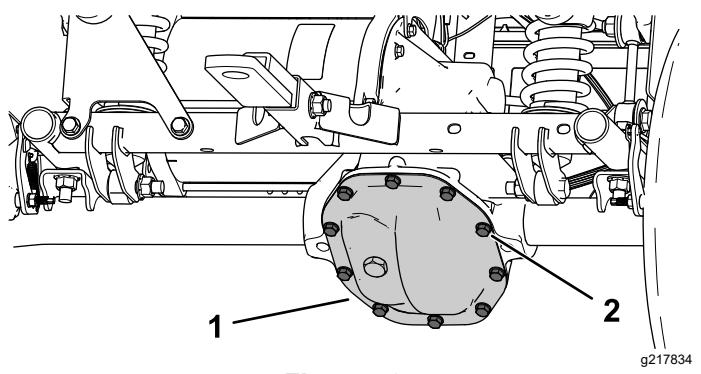

Figure 48
1. Placez un bac de vidange sous la protection de la boîte-pont (Figure 48).
2. Retirez les boulons de la protection de la boîte-pont moteur et vidangez tout le liquide (Figure 48).